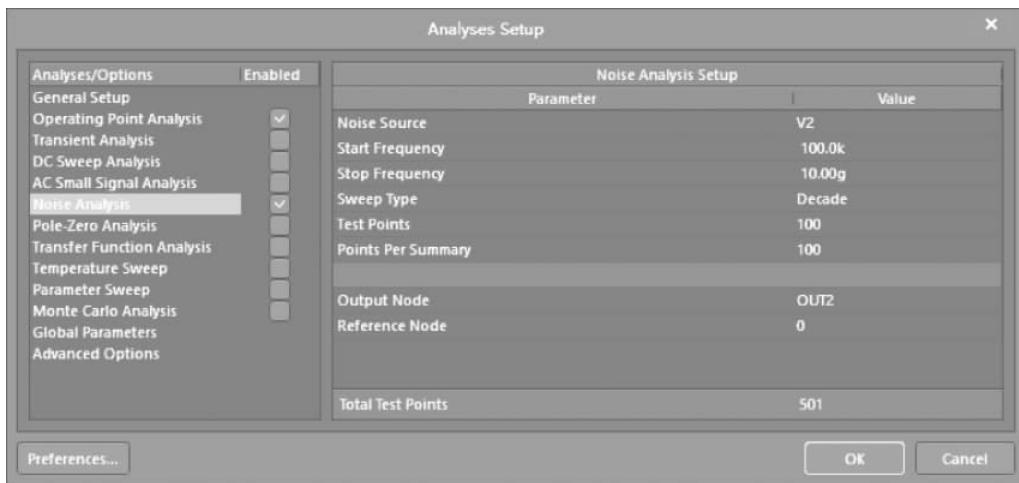

图 3-69 设置仿真参数界面 2
- ① 选中 Operating Point Analysis 和 Noise Analysis 选项,执行直流工作点和噪声分析功能。
- ② 将 Collect Data For 设置为 Active Signals/Probes。
- ③ 将 OUT1 和 OUT2 添加到 Active Signals 栏中。
- (3) 选择 Noise Analysis 选项, 出现如图 3-69 所示 Noise Analysis Setup(噪声分析设置)界面。按下面参数设置。